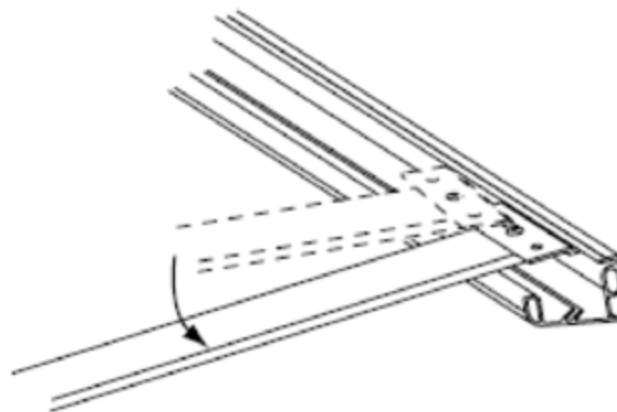

Рис. 1
1. Вставьте вертикальную перекладину в желоб, имеющийся на задней стороне рамы, чтобы гребень совместился с желобом. Убедитесь, что заклепки обращены вверх (в обратную сторону от экрана и рамы). Вставьте один конец перекладины, слегка наклонив ее, в один желоб, затем продвигайте другой конец перекладины в желоб, пока вертикальная перекладина не установится параллельно боковым сторонам рамы (см. рис. 1). Перекладина будет держаться в установленном месте; никакие крепления не требуются.